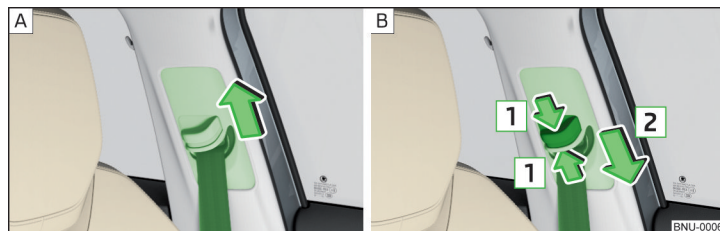

Fig. 18 Ajuste en altura del cinturón para los asientos delanteros
- » Desplazar la guía **hacia arriba** en sentido de la flecha » **fig. 18 - [A]**.
- » **O bien:** Comprimir el seguro en el sentido de la flecha **[1]** deslizar la guía **hacia abajo** en el sentido de la flecha **[2]** » **fig. 18 - [B]**.